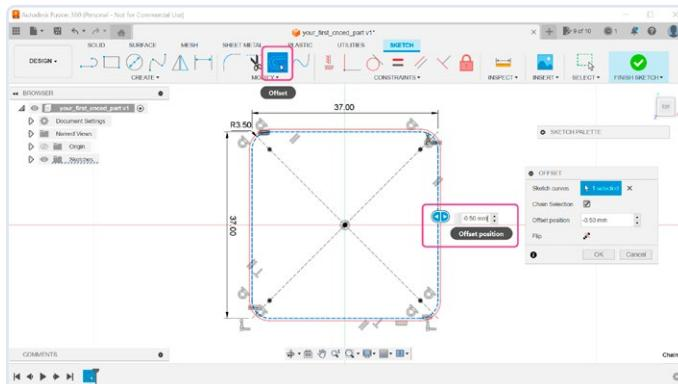

Figure 5. Agrandissement du boîtier pour obtenir un placement plus facile de la carte de l'encodeur.
5. Nous devons agrandir légèrement le rectangle arrondi pour s'assurer que le circuit imprimé se positionne facilement (**figure 5**). Dans la barre d'outils, sélectionnez l'outil *Offset* et entrez la valeur de -0,5 mm.